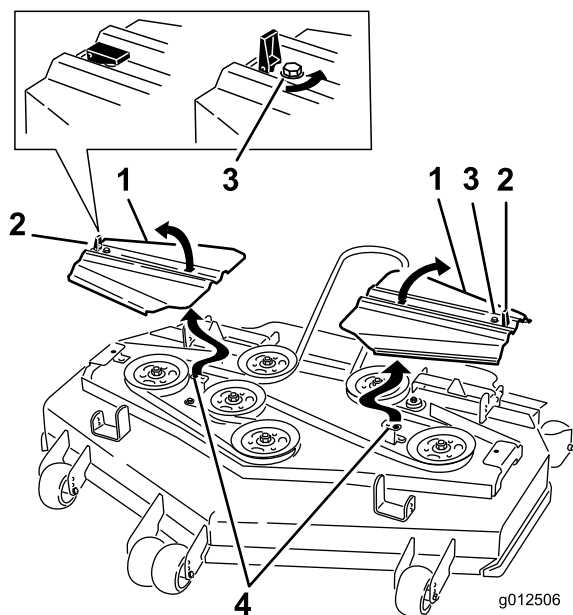

Figura 91
14. Instale las cubiertas de la correa introduciendo las pestañas en las ranuras. Coloque los tornillos y fije los cierres (Figura 91).